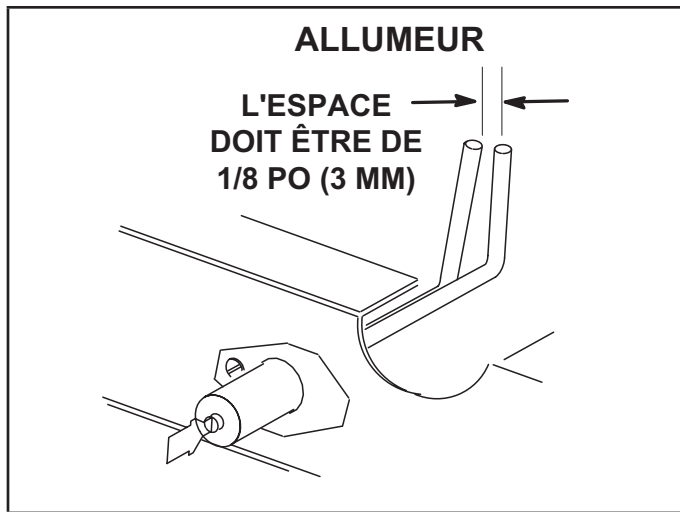

FIGURE 36
- 4 - Localisez l'allumeur sous les brûleurs de gauche. Vérifiez l'écartement des contacts à l'aide de mèches hélicoïdales ou de jauges d'épaisseur de la taille appropriée. Reportez-vous à la FIGURE 36.